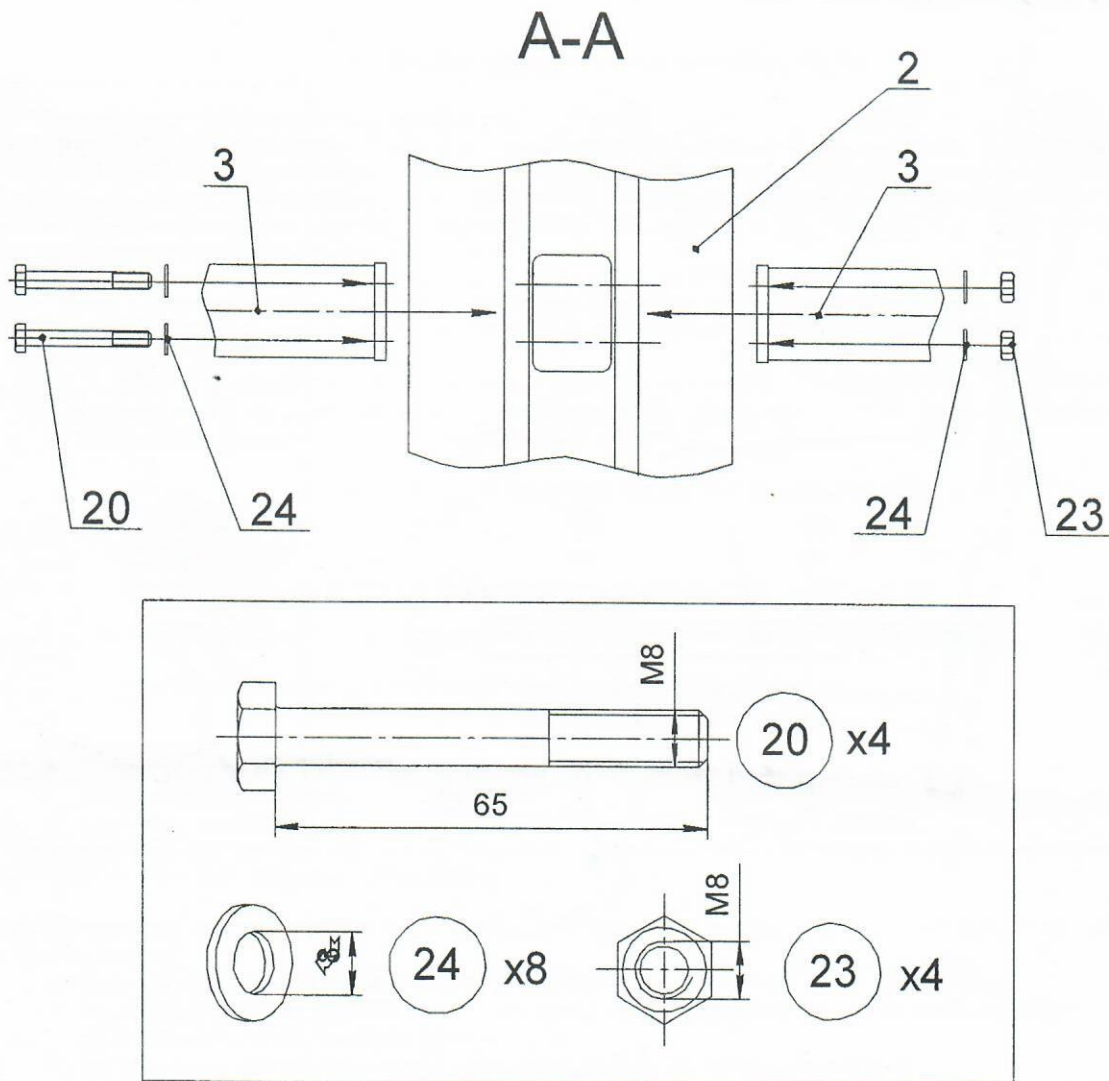

Рис.6
10.3.3.1 На стойку поз.2 установить и закрепить ручки правую и левую поз.3 (рис.6)